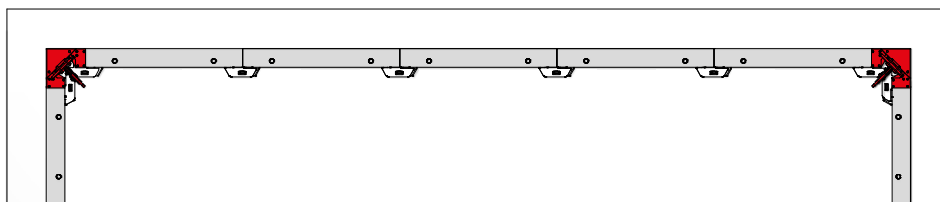

Fig. 38.1
1. Après le bétonnage, retirer les serrures de coffrage M de l'angle intérieur décoffrant (Fig. 38.1).